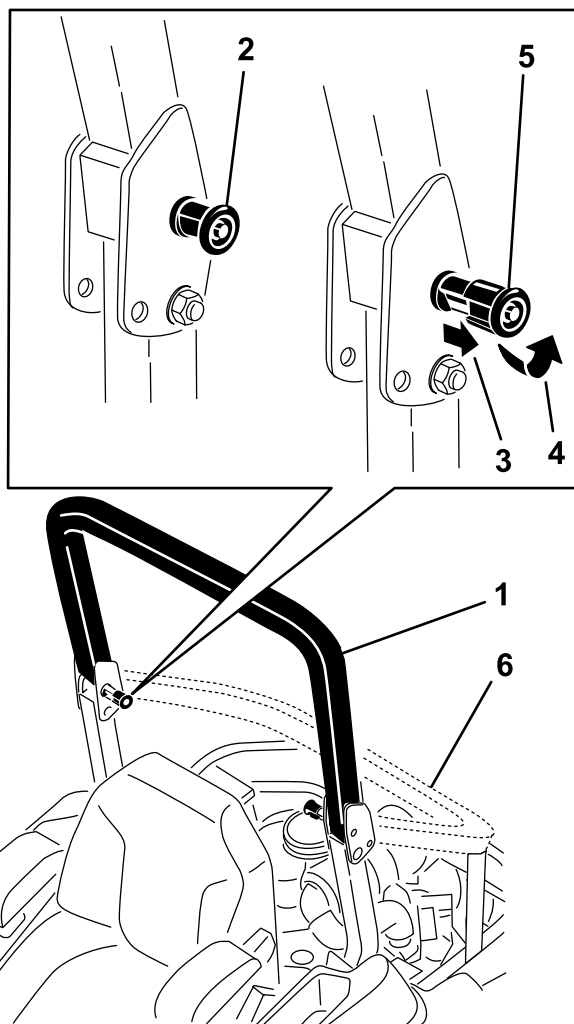
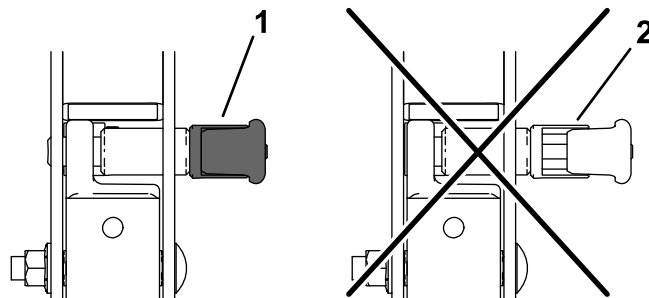

Figura 76
Figura 77
**Nota:** Puede ser necesario empujar hacia adelante o tirar hacia atrás de la parte superior de la barra antivuelco para que se bloqueen completamente ambos pomos (Figura 76 y Figura 77).